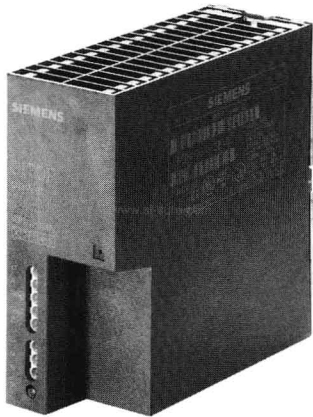

图 1-3 电源模块
① 电源模块 (PS) 为所有模块供电，分 DC 24V 供电和交流供电两大类，额定电流有 2A、5A、10A 3 种。比如 PS305 是直流供电模块，PS307 是交流供电模块。图 1-3 所示为电源模块实物图。